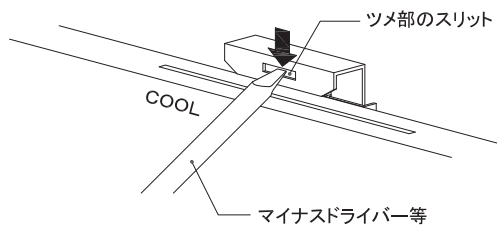

図8 ツメのおろし方①
- ツメをおろす際は、ツメ部のスリットにマイナスドライバーなどを引っ掛けて、ある程度ツメをおろした後、ツメの上面を押さえて最後までおろしてください。(図8、9参照)